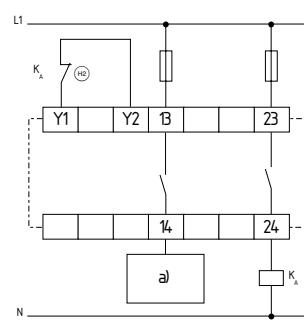

Abb. 16
**Diversitäre Ansteuerung mit Rückführkreis (siehe Abb. 16)**